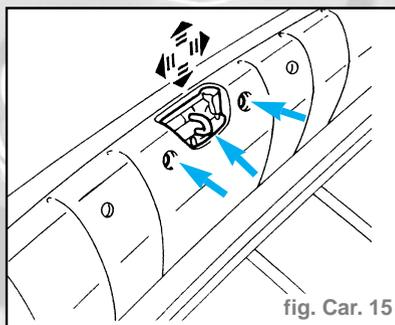

fig. Car. 15
- Desserrer les vis de fixation de la gâche et en régler la position (fig. Car. 15).